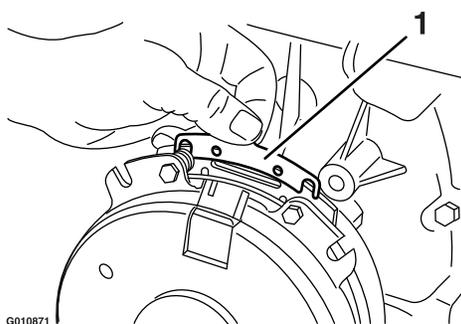

Рисунок 79
- B. Удерживая выступ острогубцами или рукой, снимите регулировочную прокладку (Рисунок 79).
Удалите с решетки радиатора двигателя скопившуюся траву, грязь и другие загрязнения. Это обеспечит надлежащее охлаждение и правильную частоту вращения двигателя, снизит вероятность перегрева и механических повреждений двигателя (Рисунок 79).